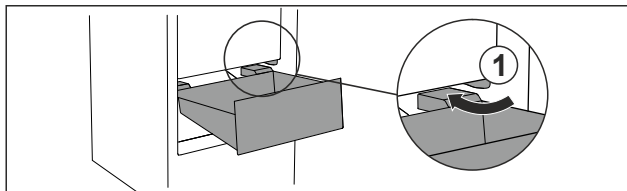

Fig. 92
- Zásuvku ved'te šikmo podél zarážek Fig. 92 (1).